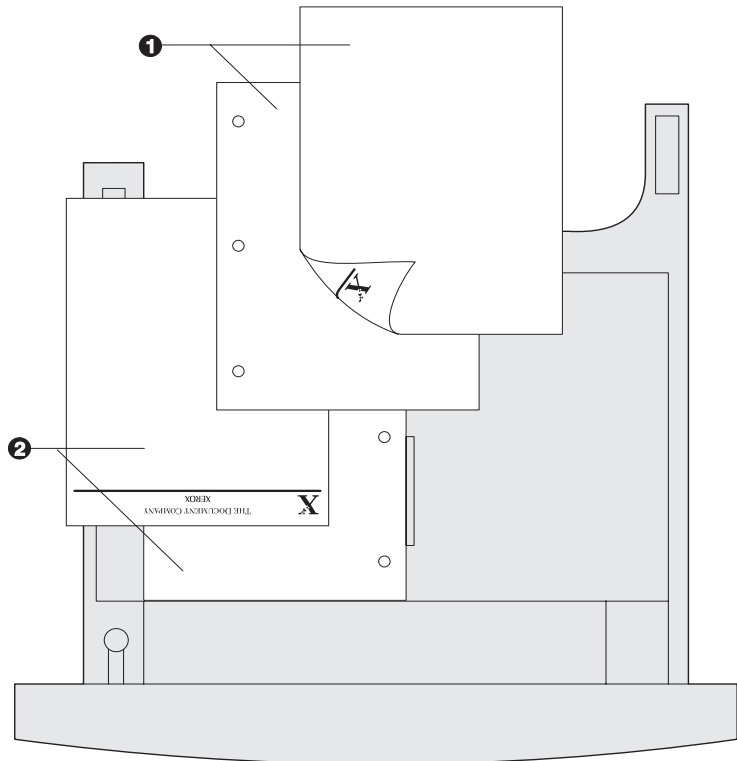

Figura 4.2 Orientação do papel nas Bandejas 1/2/3 (alimentação pela borda curta)
- 5** Coloque o papel na bandeja entre as guias (veja a Figura 4.1 na página 4-9 e Figura 4.2 na página 4-10 para obter a orientação).